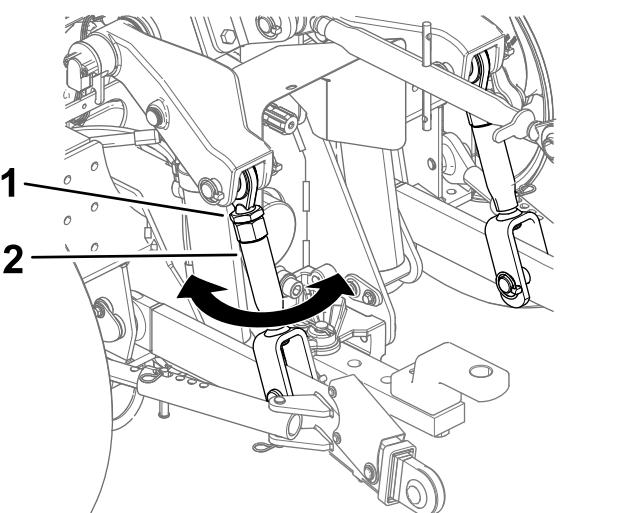

Рисунок 24
3. Затяните контргайку (Рисунок 24).